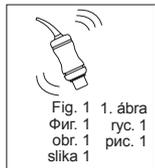

Fig. 1. 1. ábra
- a) Перед активированием потрясите капсулу или постучите ею о твердую поверхность, это разрыхлит порошок (рис. 1).
Фиг. 1. 1. рис. 1
obr. 1. 1. рис. 1